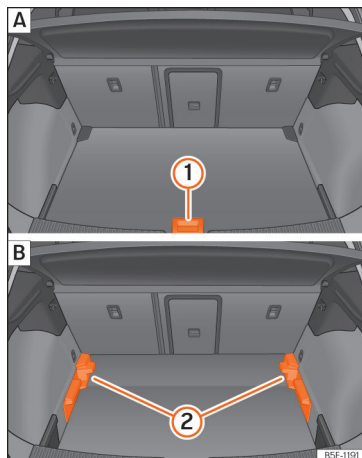

Fig. 182 Terra variable del maleter: A posició alta; B posició baixa.
- Per passar de la posició baixa a l'alta, aixequu la base per l'agafador »» fig. 182 ①, estireu-lo cap enrere fins que la part davantera de la base sobrepassi totalment els suports ②.
- Feu desplaçar el terra cap endavant sobre els suports fins que topi amb el respall dels seients posteriors i, a continuació, abaixeu la base amb l'agafador ①.
- Per passar de la posició alta a la baixa, aixequu la base per l'agafador »» fig. 182 ①, estireu-lo cap enrere fins que la part davantera de la base sobrepassi totalment els suports ②.
- Deixeu caure la part anterior contra la base i empenyeu la base cap endavant fins que topi amb el respall dels seients posteriors i abaixeu al mateix temps la base amb l'agafador ①.
- Amb el terra variable en posició alta, aixequu-lo per l'agafador >>> **fig. 182** ①, estireu-lo i empenyeu-lo cap al respall dels seients posteriors fins que es plegui per la línia de frontissa i la part mòbil del terra hi descansi a sobre.